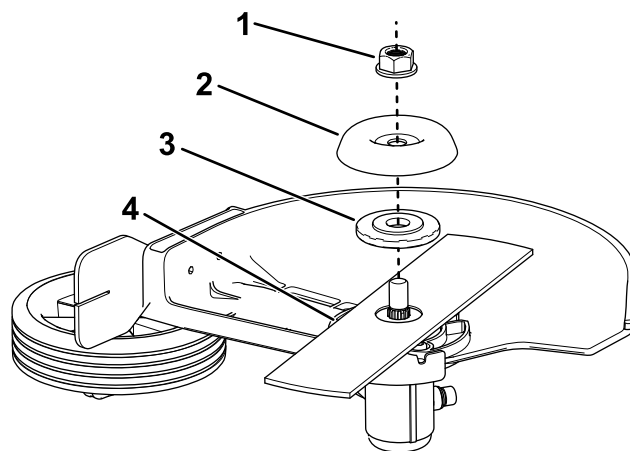

Figure 11
4. Retirez la rondelle, le couvre-rondelle et l'ancienne lame de l'arbre du coupe-bordures (Figure 11).
5. Installez la nouvelle lame et fixez-la en place avec la rondelle, le couvre-rondelle et l'écrou retirés précédemment (Figure 11).